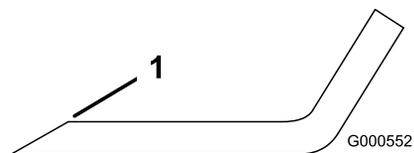

Figura 58
1. Utilice una lima para afilar el filo de corte en ambos extremos de la cuchilla (Figura 58).
Nota: Si la cuchilla no está equilibrada, rebaje algo el metal en la parte de la vela solamente con una lima (Figura 58).